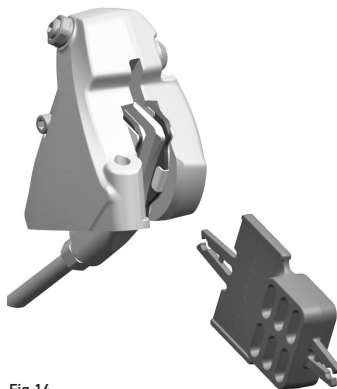
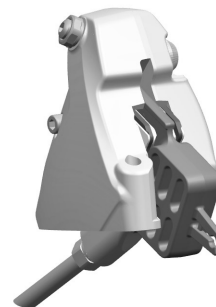

Fig.14
Fig.15
- Nel caso in cui dobbiate smontare le ruote dalla bicicletta, assicuratevi di aver inserito l'attrezzo per il trasporto (Fig. 14 / Fig. 15) che impedisce, in caso di azionamento accidentale delle leve freno, l'avvicinamento delle pastiglie del freno e quindi l'impossibilità di inserimento del disco. Se questo dovesse succedere, per il corretto ripristino, recatevi presso un meccanico specializzato o un Pro Shop Campagnolo.